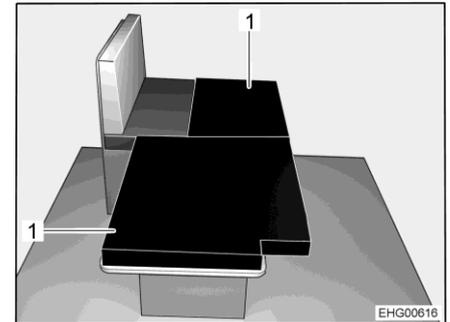

Bild 49 Nach dem Umbau
- Die beiden Zusatzpolster (Bild 49,1) wie abgebildet auf den abgesenkten Tisch legen.